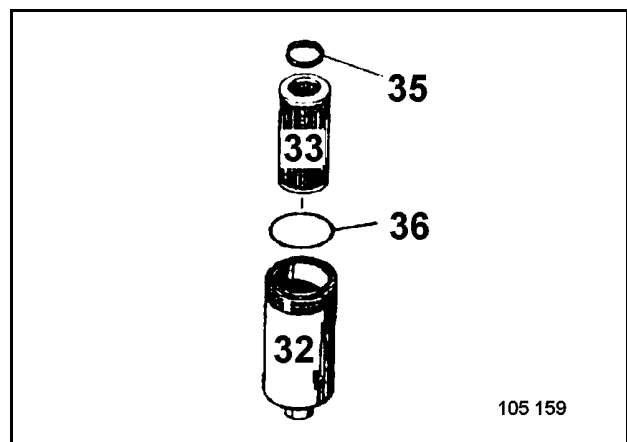

Fig. 3-144:
- Desenroscar la caja de filtros (32, Fig. 3-144:)
- Sacar el elemento filtrante (33) de la caja (32).
- Insertar el elemento filtrante en la caja (32) y montarla con un anillo obturador nuevo (36) al que se aplicó antes un poco de aceite.